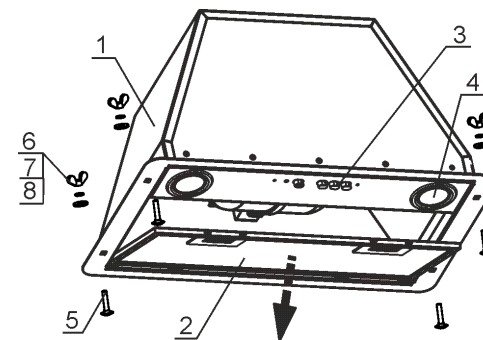

рис. 3
8.3 Для очистки алюминиевого фильтра извлеките его из вытяжки (рис.3) и произведите его очистку с помощью щетки горячим водным раствором моющего средства вручную или в посудомоечной машине при (60°C). Старайтесь не сгибать фильтры при мойке. Возможное изменение цвета фильтра, с течением времени, не приводит к снижению эффективности его действия.
- снимите алюминиевый фильтр (рис. 3);